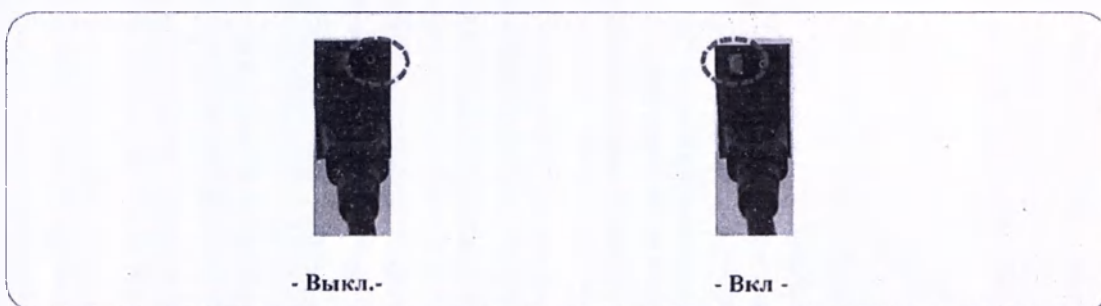

Рисунок 33 – Включение / Выключение аппарата
23) Включите аппарат клавишей питания (Рисунок 33).